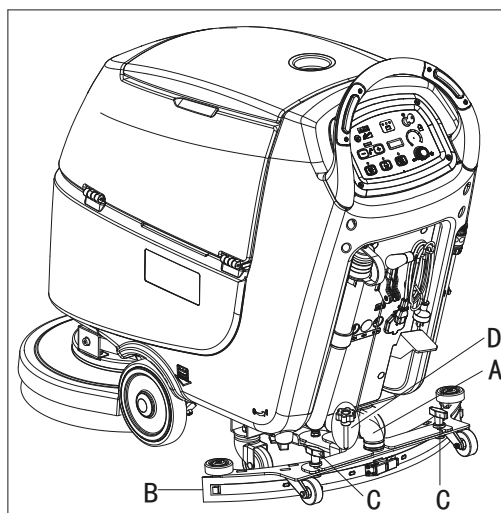
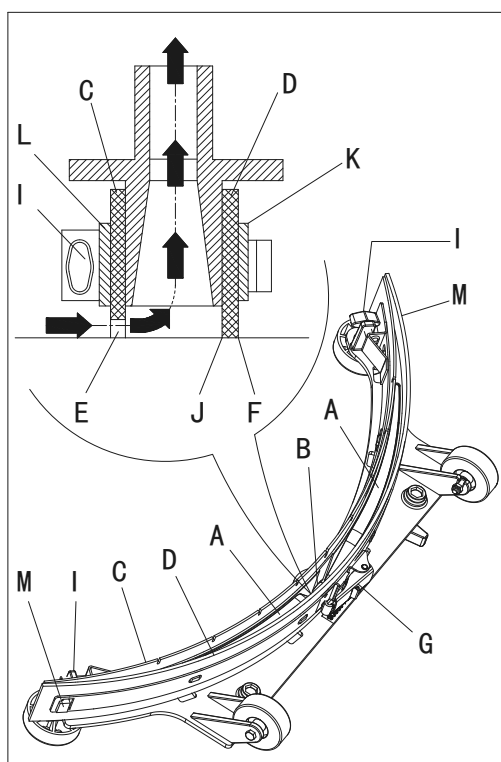

Figure 21
Figure 22
2. Vérifier que les bords (E, Fig 22.) de la lame avant (C) et les bords (F) de la lame arrière (D) se reposent sur le même niveau, sur toute leur longueur; si nécessaire ajuster leur hauteur selon la procédure suivante:
- Retirer la tige de traction (G), dégager les éléments de fixation (M) et régler la lame arrière (D), puis engager les fixations (M) et installer la tige de traction (G).
- Desserrer les boutons (I) et régler la lame avant (C), puis serrer les boutons.
3. Vérifier la lame avant (C) et la lame arrière (D) pour l'usure, les coupures et les fissures; si nécessaire les remplacer selon la procédure suivante. Vérifier que le coin avant (J) de la lame arrière (D) ne soit pas usé; si nécessaire, retourner la lame pour remplacer le coin usé avec un autre coin intégral. Si les autres coins sont usés, remplacer aussi la lame selon la procédure suivante:
- Retirer la tige de traction (G), dégager les éléments de fixation (M) et retirer la barrette de retenue (K), puis remplacer/retourner la lame arrière (D). Monter la raclette dans l'ordre inverse du démontage.
- Dévisser les boutons (I) et retirer la barrette de retenue (L), puis remplacer la lame avant (C). Monter la raclette dans l'ordre inverse du démontage. Après le remplacement de la lame (ou retournement), ajuster la hauteur, comme indiqué dans l'étape précédente.
4. Connecter le tuyau d'aspiration (A, Fig. 21) à la raclette.
5. Installer la raclette (B) et visser les boutons (C).
6. Si nécessaire, régler le bouton de réglage de l'équilibre de la raclette (D).